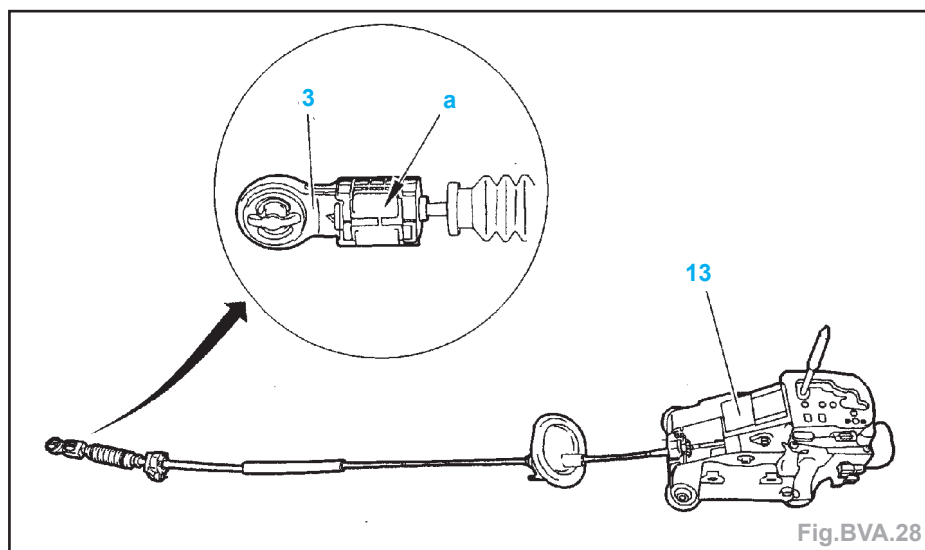

Fig. BVA.28
- Accoupler la rotule (3) (Fig.BVA.28).